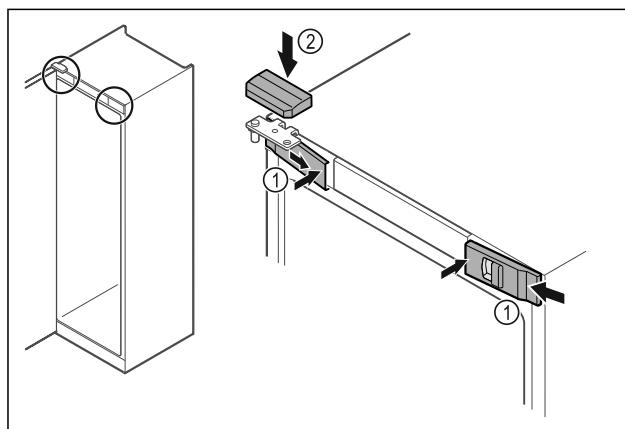

Fig. 53
- Įkabinkite priekines dengiamasias plokštėles Fig. 53 (1) šone ir užfiksuojite vidinėje pusėje.
- Užfiksuojite viršutinę dengiamąją plokštę Fig. 53 (2) iš viršaus.